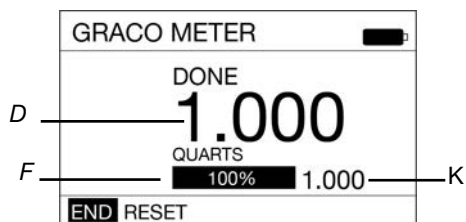

图 33
5. 会显示图 33 中所示的屏幕。注意屏幕顶部附近的“完成”字样，确认已经分配了所需的预设流量。现在，进度条 (F) 完全填满，显示已分配 100% 的所需流体，并且分配流体计数器 (D) 现在显示 1.000 匹配所选的预设参数 (K)。